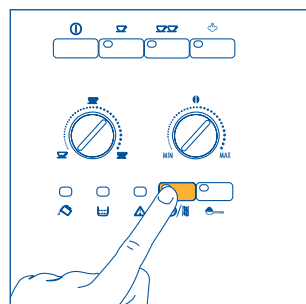

Fig. 14
1) Si ni bien encendida la máquina se desea hacer una taza de café corto (inferior a 60cc), use el agua caliente del enjuague para precalentar las tazas (véase el consejo en el § 4.3 punto 5). Por el contrario, si del último café hecho han transcurrido más de 2/3 minutos, antes de hacer un café nuevo, **es necesario precalentar el infusor, presionando el botón**   (fig. 14). Luego deje que el agua caiga en la bandeja recogegotas, o bien utilice este agua para llenar (y luego vaciar) la taza de café para precalentarla.